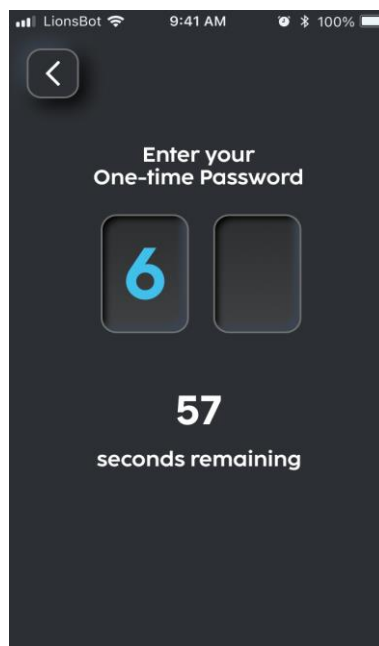

FIGURE 3-21
3. Entrez l'OTP dans l'application LionsClean (Fig 3-21).